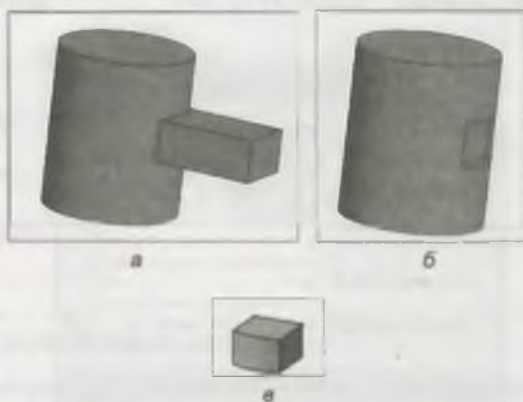

Рис. 21.22. Примеры булевой операции: исходная модель (а); результат вычитания (б); результат пересечения (в)
Эта команда позволяет выполнить булеву операцию над двумя телами, имеющимися в текущей модели. Команда доступна, когда в модели имеется более одного тела. Результат операции — новое тело. Проведем булеву операцию на простом примере. Для этого самостоятельно создайте два тела: цилиндр диаметром 25 мм, высотой 30 мм, а на расстоянии 30 мм от цилиндра создайте параллелепипед 8×12×20 мм. Не забудьте при создании второй модели на вкладке **Результат операции** нажать кнопку **Новое тело**. В этом случае в местах входа параллелепипеда в цилиндр не будет четко обозначенных ребер (см. рис. 21.22, а). Далее выполните такие действия:
◆ нажмите кнопку **Создать объект** — вы создали новое тело (рис. 21.22, а). Линии ребер четко обозначились;
- ◆ нажмите кнопку **Создать объект** — вы создали новое тело (рис. 21.22, б);
- ◆ самостоятельно создайте новое тело с применением операции **Пересечение** (рис. 21.22, в).